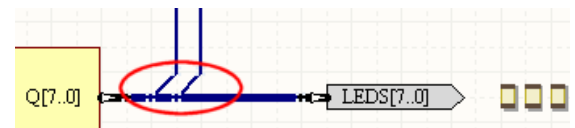

図7 バスエントリの追加
5. ここで、シフトレジスタの出力バスからそれぞれの信号を取り出すため、バスエントリを追加する必要があります。これらのエントリには、各自の変換器経由で、シフトレジスタの SLI と SRI 入力につながるそれぞれのワイヤを接続する必要があります。**Wiring** ツールバーで ボタンをクリックし、2つのバスエントリを配置します(図7)。